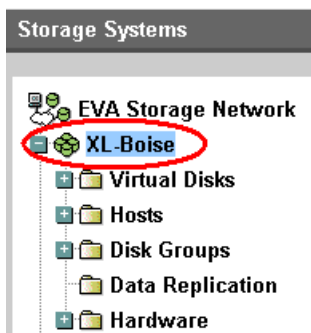

Figura 1. Selezione di un sistema di archiviazione
1. Aprire HP Command View EVA e fare clic sull'icona del sistema di archiviazione che si desidera controllare. Vedere la Figura 1. Selezione di un sistema di archiviazione.